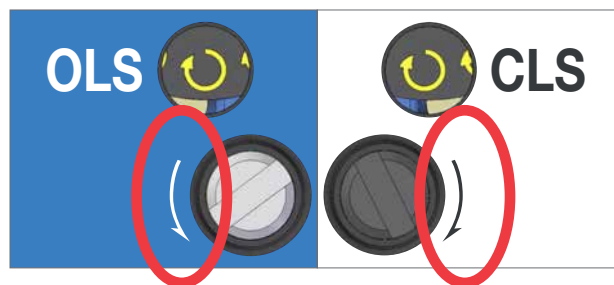

Рисунок 1.
- 3) Теперь необходимо вращать винт настройки CLS для включения концевого выключателя внутри механизма выключателей. Индикаторное окно OLS отображает один из четырёх символов. Для выбора направления смотреть рисунок 1 на странице 7.